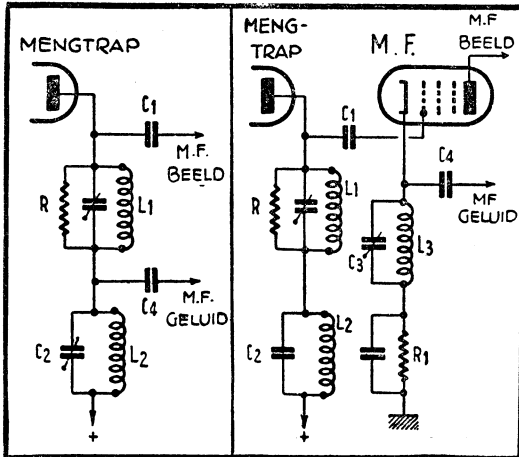

Fig. 8. Het scheiden van de signalen voor beeld en geluid in de anode van de mengbuis.
W.: Neen, men kan dat op vele manieren doen. In plaats van de koppeling door middel van transformatoren met primaire en secundaire afstemming, gebruikt men dikwijls de koppeling met afgestemde anodekringen (L_1 voor de beeld-M.F. en L_2 voor de M.F. voor het geluid). Ook kan men de twee M.F.-componenten toevoeren aan het rooster van een enkele buis en de scheiding tot stand brengen door het aanbrengen van de kring $L_3 C_3$, welke op de M.F. voor het geluid is afgestemd; deze kring is aangebracht in de kathodeleiding. (Zie fig. 8 en 9.)